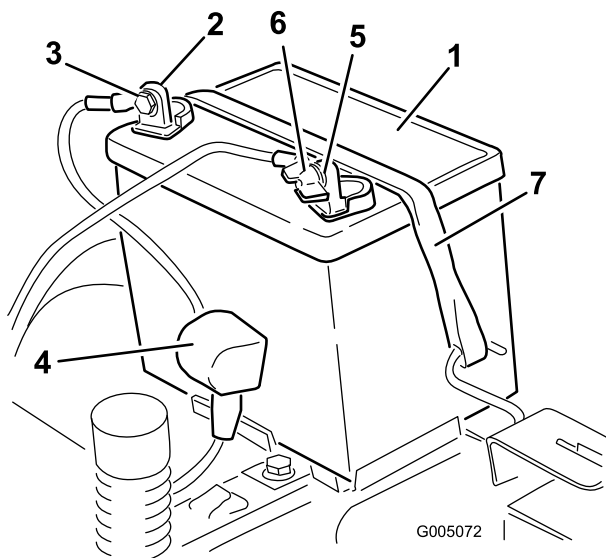

Figura 37
4. Desligue o cabo negativo (preto) do pólo da bateria (Figura 37).
6. Desligue o cabo positivo (vermelho) do pólo da bateria (Figura 37).
7. Retire o suporte da bateria (Figura 37) e levante a bateria para a retirar da respectiva plataforma.
1. Posicione da bateria no tabuleiro (Figura 37).
5. Prenda a bateria ao suporte (Figura 37).